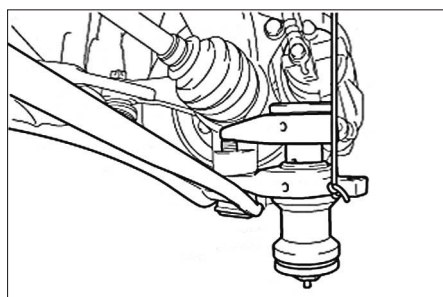

FIG. 3
- Extracteur de rotule de pivot (réf : 09628-00011) (Fig.3).
- À l'aide de l'extracteur (Fig. 3), déboîter la rotule de pivot.